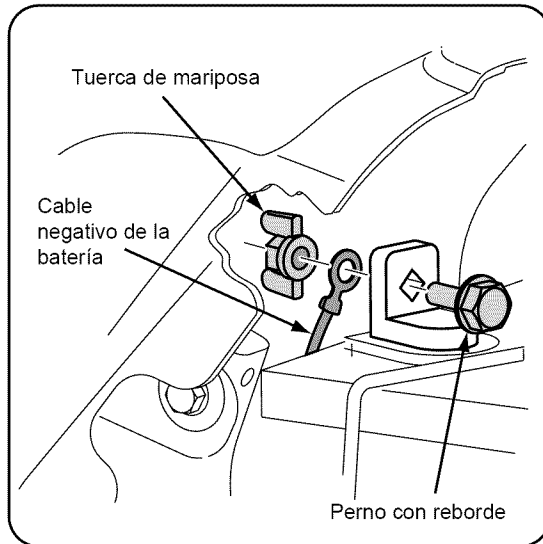

Figura 1
- Extraiga el tapón protector, si hubiere, del borne negativo de la batería. Una el cable negativo (pesado y de color negro) al borne negativo de la batería (-) utilizando el perno y la tuerca de mariposa. Vea la Figura 1.